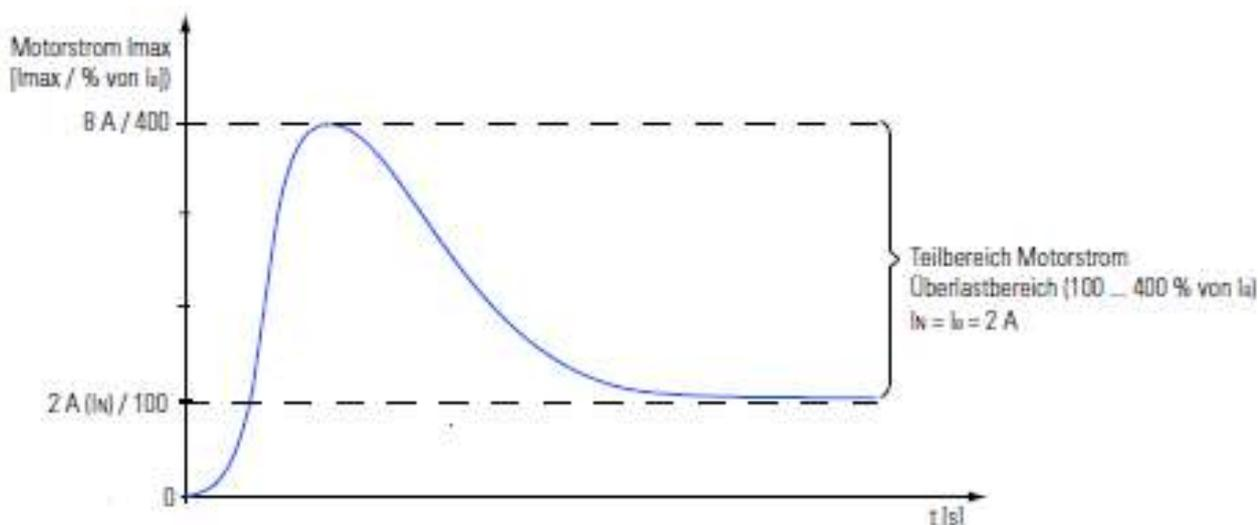

Рис. 4.9. Применение выводов тока электродвигателя в диапазоне перегрузки
**Пример 4.2.** Вывод текущего значения тока двигателя – только части диапазона (диапазона перегрузки) тока двигателя (рис. 4.9).